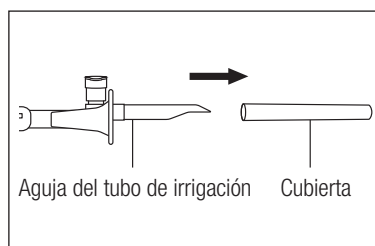

Fig.21
- La cubierta para la aguja del tubo de irrigación no puede esterilizarse en autoclave. Retire la cubierta cuando esterilice la bomba de irrigación (Fig. 21). En ese caso, tenga cuidado de que la aguja del tubo de irrigación no agujeree el estuche de autoclave. Si una aguja sobresale del estuche, podría causar lesiones.